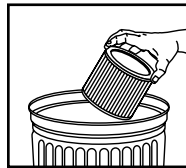

FIGURE 9
16. Pour nettoyer la cartouche filtrante, secouez ou brossez l'excédent de saleté. **FIGURE 9.**